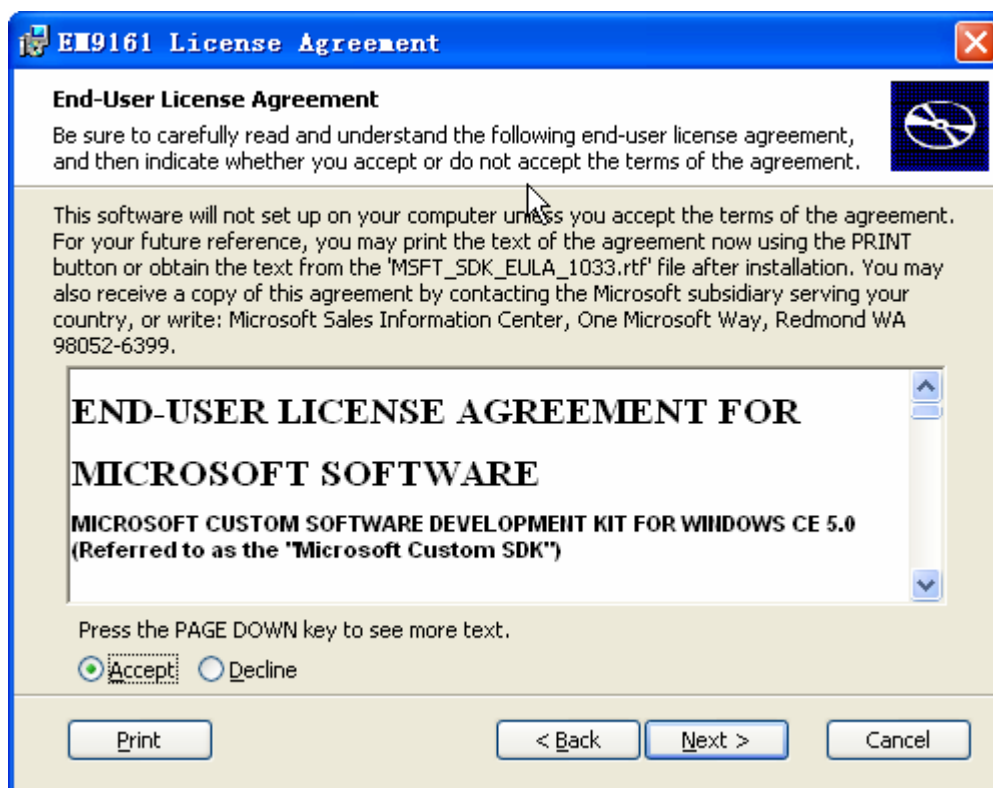

图 3-13 同意 SDK 安装协议
13、sp4 安装完成以后，运行“SOFTWARE/SDK”目录下包含的所购模块的 SDK 安装程序，本文以 **EM9161_SDK.exe** 为例。至出现如图 3-13 所示对话框，选择 **Accept**，同意安装协议。